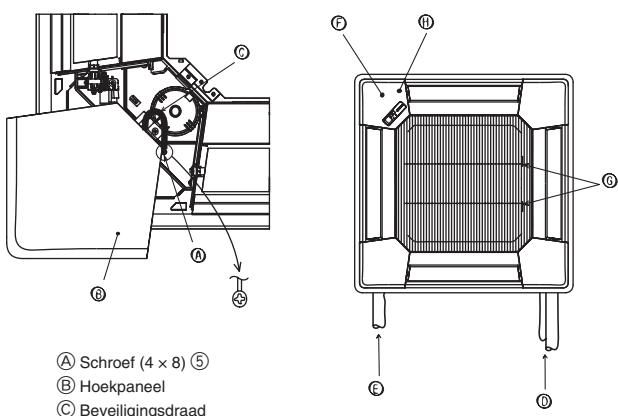

Fig. 9-10
9.7. Het inlaatrooster monteren (Fig. 9-10)